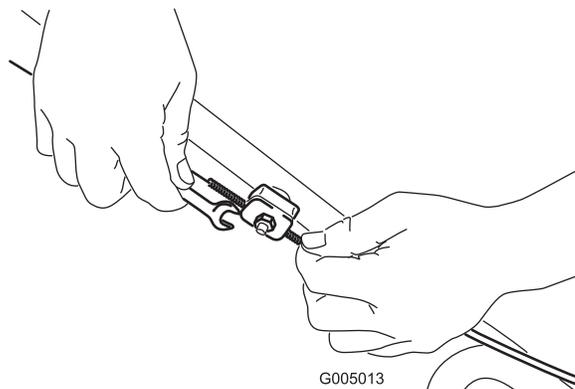

Figure 29
1. Desserrez l'écrou du support de guidage du câble (Figure 29).